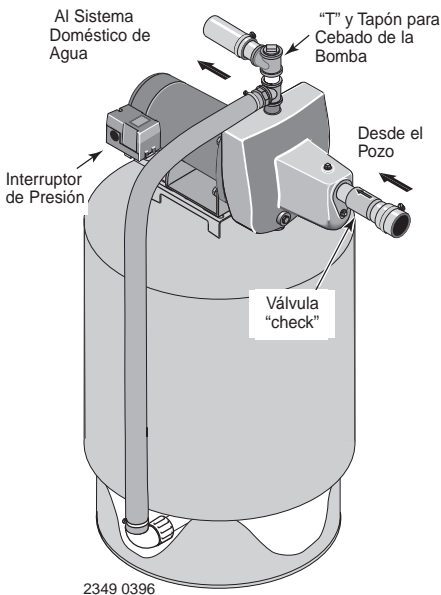

Figura 4: Conexiones del Tanque Pre-cargado
CONEXIÓN PARA TANQUE PRE-CARGADO (Figura 4)
1. Instale dos "T"s en el puerto de descarga de la bomba (Vea la figura 4). El tamaño de la bomba debe de ser por lo menos tan grande como el puerto de descarga.